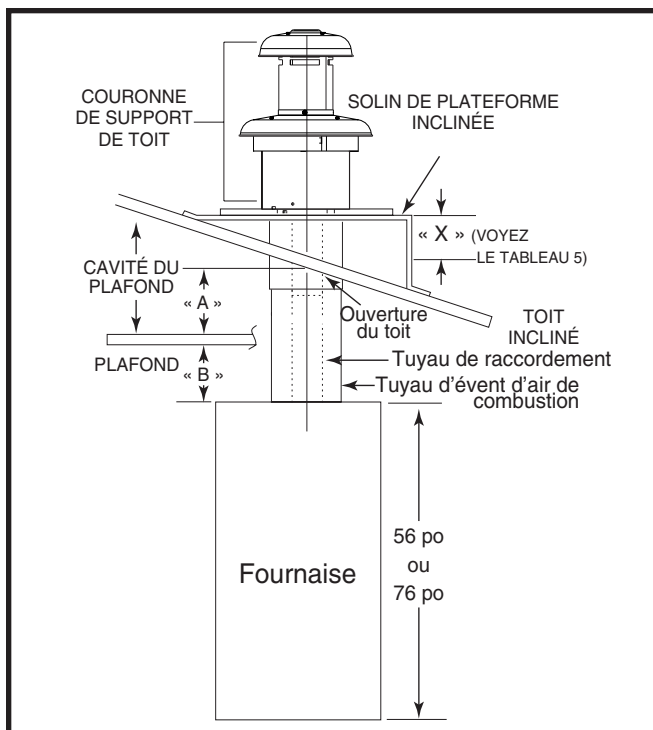

Figure 17. Profondeur de la cavité du plafond
1. Déterminez la profondeur de la cavité dans le plafond du centre de l'ouverture du toit au centre de l'ouverture du plafond tel qu'indiqué comme « Dimension A » dans la Figure 17 \(page 11\).
2. Déterminez la hauteur du plafond et soustrayez la hauteur de la fournaise indiquée comme « Dimension B » dans la Figure 17.